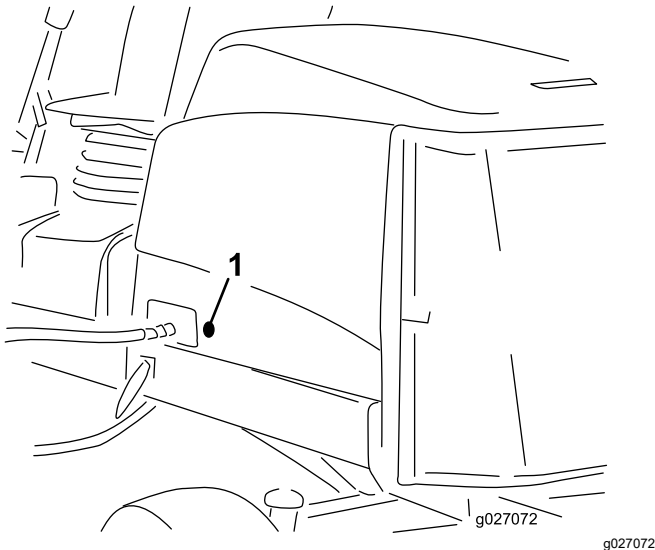

Figura 33
2. Retire el tapón de goma del taladro de lado izquierdo del capó (Figura 33).